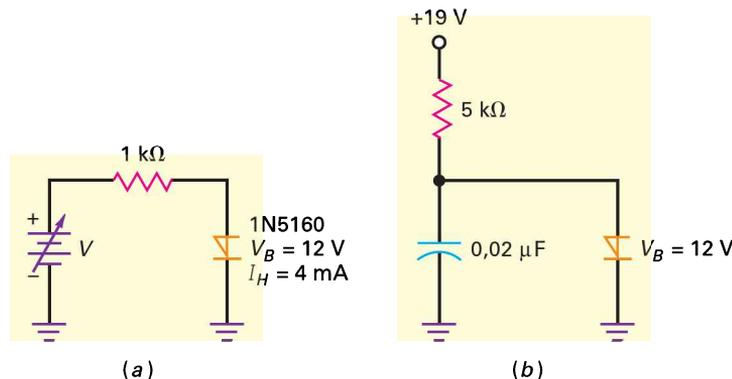

Figure 13.40
- 13.2** Le condensateur de la figure 13.40*b* se charge de 0,7 V à 12 V, entraînant l'amorçage de la diode à quatre couches. Quel est le courant dans la résistance 5 kΩ juste avant que la diode ne s'amorce ? Quel est le courant dans cette résistance quand la diode conduit ?
- 13.3** Quelle est la constante de temps de la charge dans la figure 13.40*b* ? La période de la dent de scie étant égale à la constante de temps, que vaut sa fréquence ?
- 13.4** Si la tension d'amorçage dans la figure 13.40*a* passe à 20 V et le courant de maintien à 3 mA, quelle est la tension V de fermeture ? Quelle est la tension d'ouverture ?
- 13.5** Si, dans la figure 13.40*b*, la tension de l'alimentation est portée à 60 V, quelle est la tension maximale sur le condensateur ? Quelle est la constante de temps si la résistance est doublée et la capacité du condensateur triplée ?